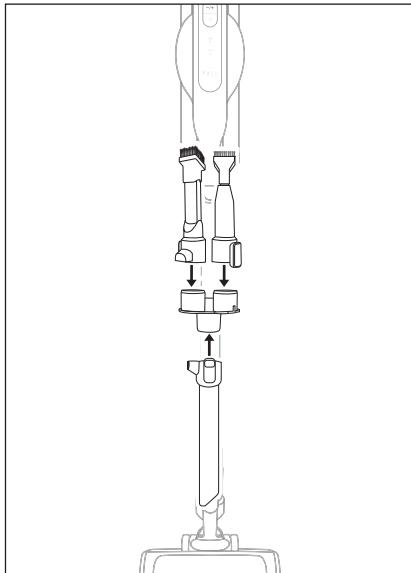

Fig. 20
- ◆ Desmonte el accesorio del aparato y colóquelo en el soporte para accesorios ⑯ para guardarlo (consulte la fig. 20).